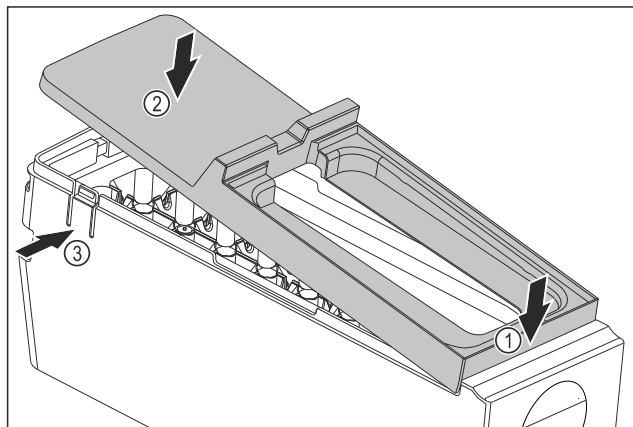

Fig. 115
- Montáž krytu korpusu EasyTwist-Ice: Kryt nasadíte vpredu. Fig. 115 (1)
- Kryt spustíte dozadu. Fig. 115 (2)
- ▷ Kryt počutelné zapadne od oboch strmeňov Fig. 115 (3).